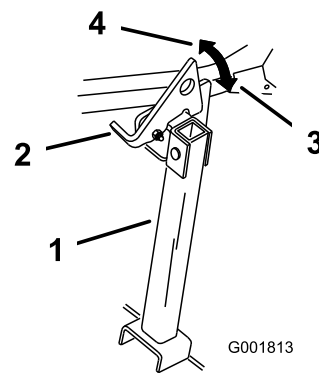

Figura 41
- Alzate il dispositivo di chiusura per sbloccarlo (Figura 41).